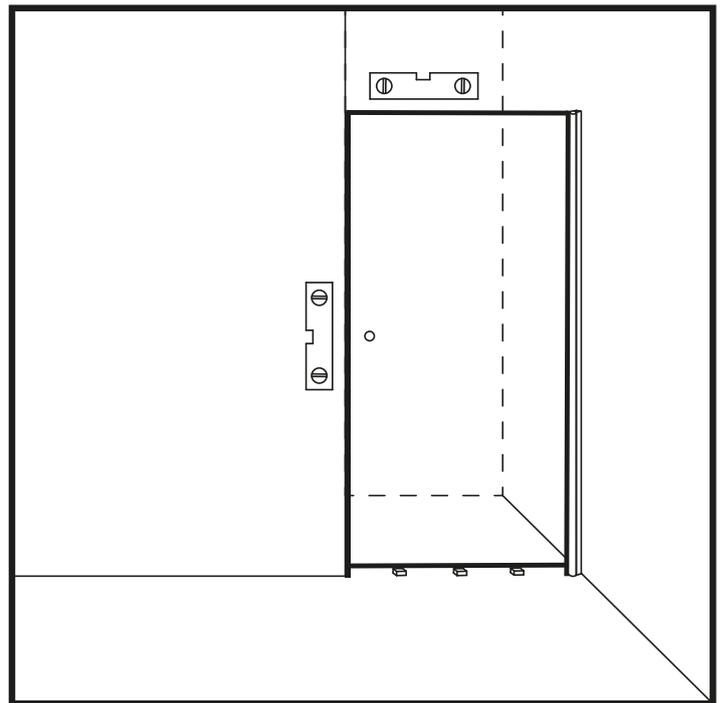

Abbildung 6
11. Stellen Sie sicher, dass das Glas in der richtigen Position innerhalb des Scharnierleistenprofils fixiert ist und dass der Rand des Glases gerade ist. (Abbildung 6)